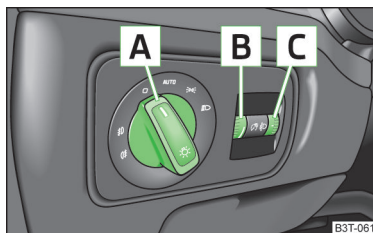

Fig. 48
La autovehiculele cu volanul pe partea dreaptă ordinea aranjării elementelor de comandă diferă parțial față de ordinea prezentată în » fig. 48 la pagina 67. Simbolurile care marchează pozițiile elementelor de operare sunt aceleași.
**Pozițiile comutatorului de lumini - rotirea comutatorului **A** » fig. 48**
## Rotirea regulatorului **B** » fig. 48
Prin rotirea butonului **C** se poate regla luminozitatea iluminării instrumentelor de bord, atunci când lumina este aprinsă » fig. 48.
- ✓ Comutatorul de lumini se află în poziția 0 sau **AUTO** » fig. 48 la pagina 67.